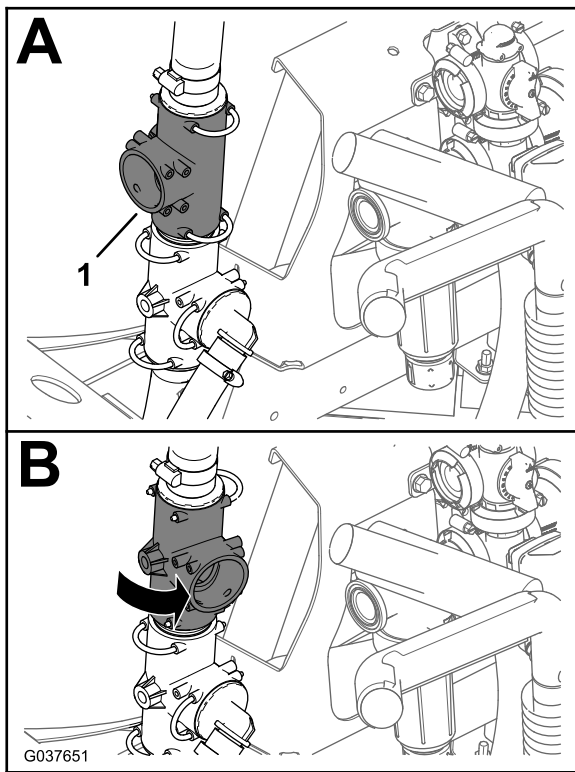

Figure 58
- 1. Faites pivoter le raccord en T supérieur d'environ 80° dans le sens antihoraire (Figure 58).